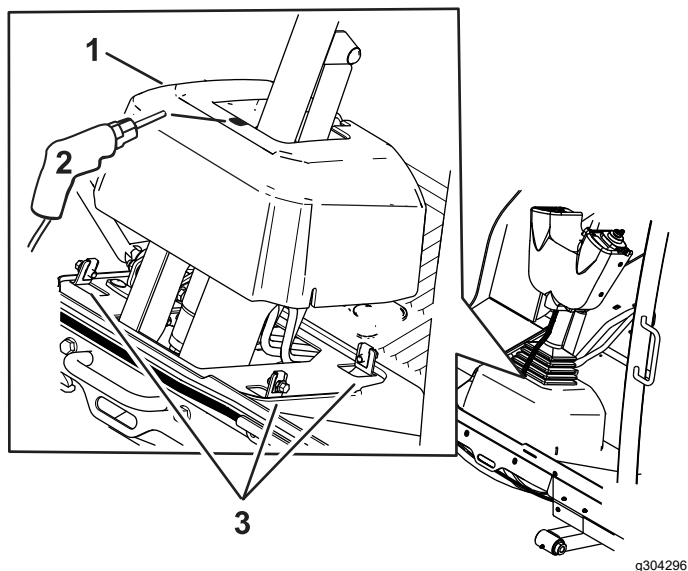

Рисунок 5
- 1. Ослабьте болты вокруг основания рулевой колонки (Рисунок 5).
2. Поднимите основание вверх и просверлите отверстие диаметром 22 мм, как показано на Рисунок 5
4. Прикрепите основание к машине (Рисунок 5).